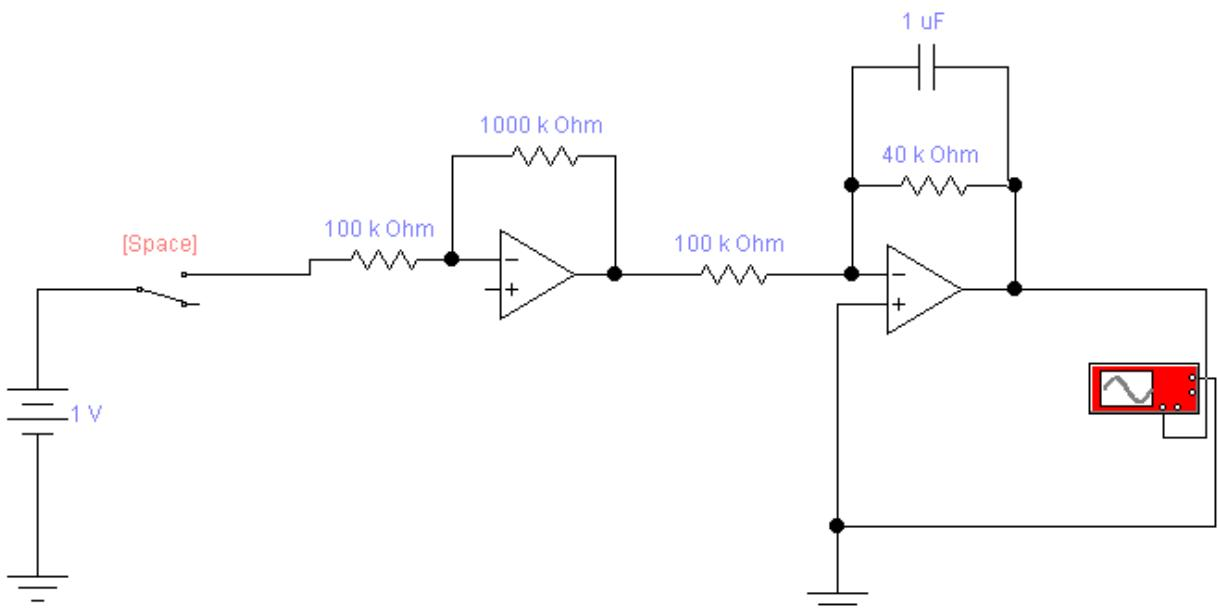

Рисунок 4.54 – Класичне звено для моделювання перехідних процесів
1. Зібрати класичне звено для моделювання переходних процесів у разі розмикання та замикання кола (рис. 4.54). Для цього необхідно розташувати на робочому полі програми джерело постійної напруги, операційні підсилювачі, резистори, конденсатор, осцилограф [12].